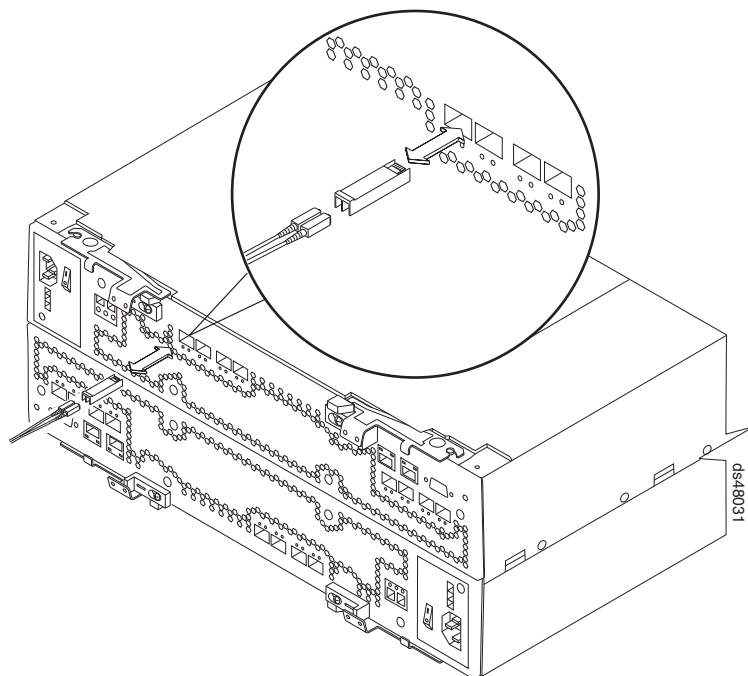

図 60. SFP モジュールと LC-LC ケーブルの DS4800 への取り付け
- 100 ページの図 60 に示すように、SFP モジュールを DS4800 ストレージ・サブシステム背面のドライブ・ミニ・ハブ・ポートに取り付けます。